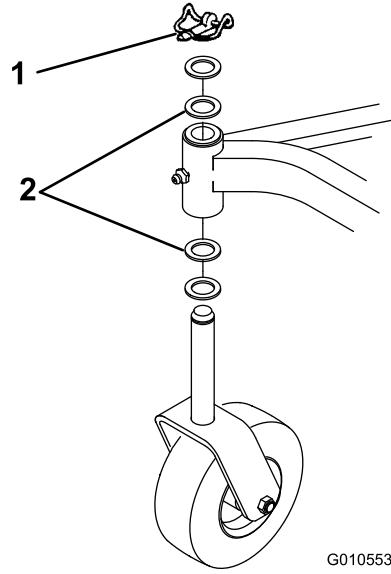

Figura 18
- Inserte un botador fino en la parte superior o inferior del tubo de montaje y dé golpes hasta retirar el casquillo del tubo (Figura 18). Retire también el otro casquillo del tubo. Limpie el interior del tubo para eliminar toda suciedad.